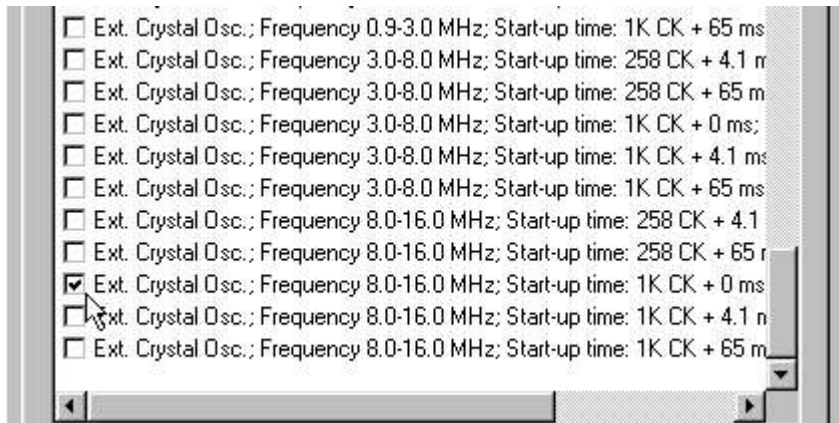

FIGURA B-9: CONFIGURAZIONE CPU CON AVR STUDIO
- D6) Configurare la CPU come indicato nelle immagini di figura B-9.